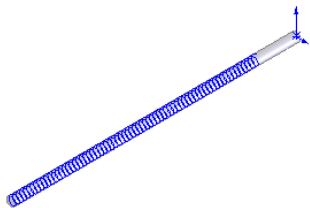

图 10-32 生成的螺旋线
3) 执行[插入] | [曲线] | [螺旋线/涡状线]菜单命令, 或者单击[特征]控制面板中的[螺旋线和涡状线]按钮, 此时系统弹出如图 10-31 所示[螺旋线/涡状线]属性管理器。按照图示进行设置后, 单击按钮, 结果如图 10-32 所示。